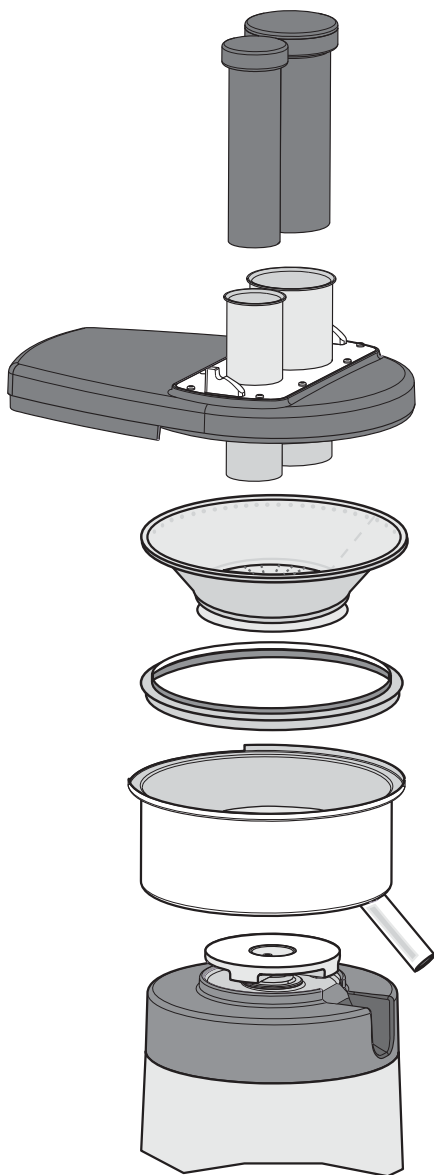

Fig. 8
**Al primo utilizzo:** sciacquare con acqua corrente tutti gli elementi a contatto con gli alimenti: il pestello, la voluta, il cestello, la vasca, il vaso portascorie e il ritentore di polpa (per smontare i vari componenti vedere Fig. 8, Fig. 9 e Fig. 10).
Per smontare questi componenti, sganciare la maniglia di chiusura e togliere nell'ordine il pestello, la voluta, il cestello, il ritentore di polpa e la vasca (Fig. 8, Fig. 9). Montare nell'ordine inverso facendo attenzione di: posizionare il beccuccio di convogliamento del succo nell'apposita rientranza della base, posizionare correttamente il ritentore di polpa, posizionare il cestello nella vasca, verificando il corretto posizionamento del trascinatore del cestello sulla girante e posizionare la voluta sulla vasca.